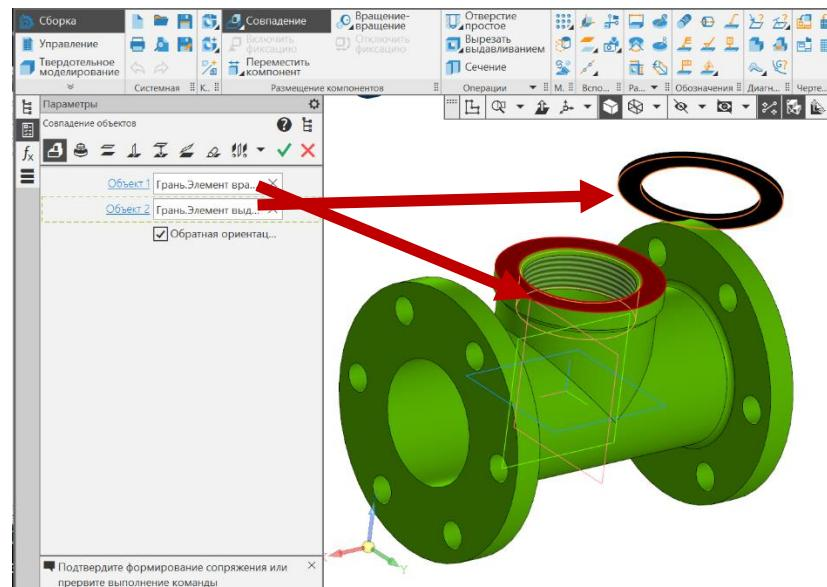

Рис. 11 Сопряжение «Совпадение»
- Сборка – Размещение компонентов – Сопряжения – Совпадение объектов.** Для создания касания объектов по плоскости указать поверхности для сопряжения (рис. 11).